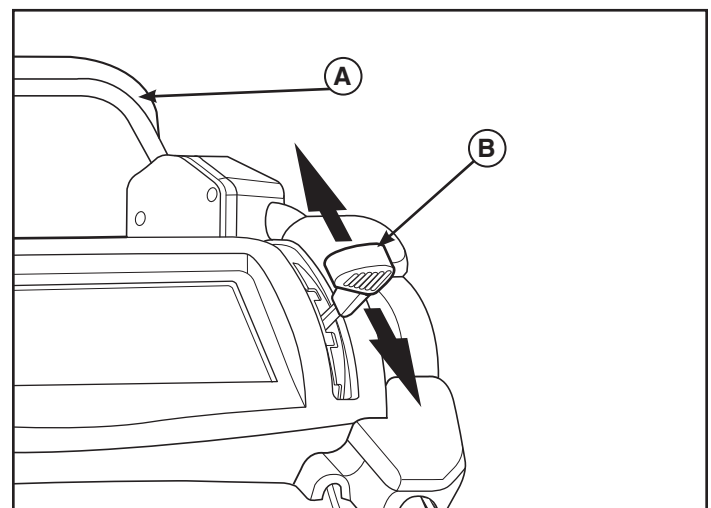

Figure 6
- Relevez la barre de commande d'entraînement (A, Figure 6) vers le haut et contre la poignée pour embrayer le système d'entraînement de roue arrière.
- Réglez la commande de vitesse d'entraînement (B) sur la vitesse voulue.